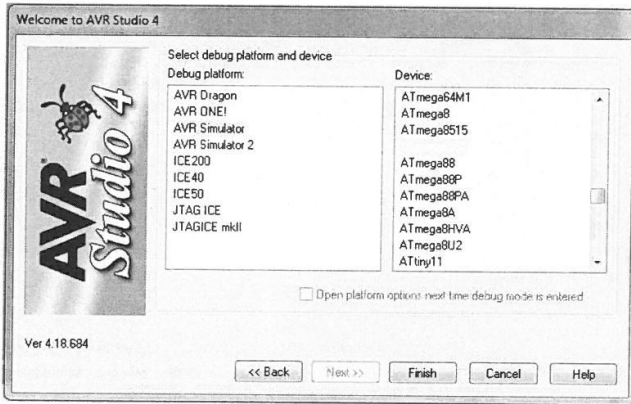

Рис. 3. Выбор платформы и типа устройства
3. После выбора языка программы и имени проекта появляется окно выбора платформы (Debug platform) и устройства (Device). Здесь необходимо выбрать AVR Simulator и процессор ATmega8535, который используется в лабораторном стенде. После этого следует нажать кнопку «Finish» (рис. 3).